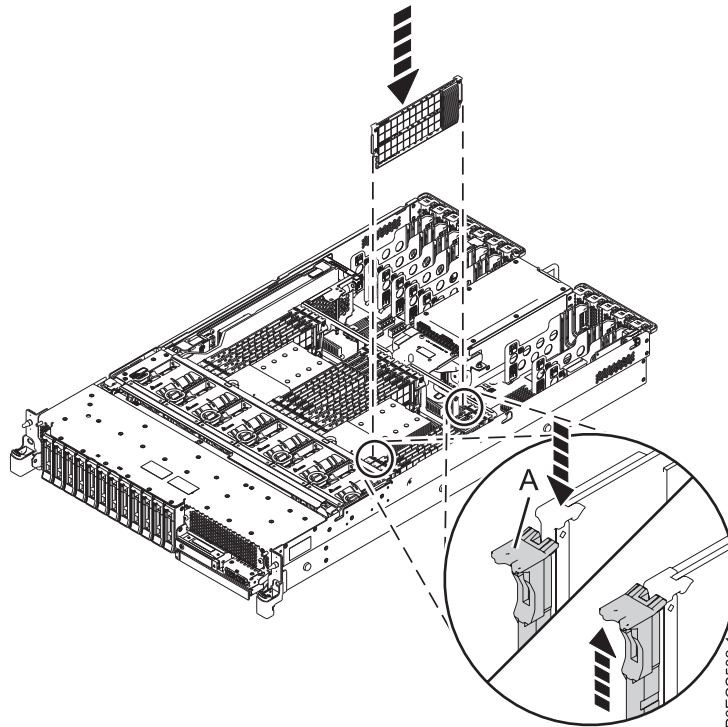

Figure 3. Installation ou remise en place d'un module de mémoire dans le système 5148-21L, 5148-22L, 8247-21L, 8247-22L, 8284-21A ou 8284-22A
5. Appuyez fermement sur le module de mémoire pour l'insérer dans l'emplacement jusqu'à ce que la languette de verrouillage (A) s'emboîte dans son emplacement. Voir figure 3, à la page 6.